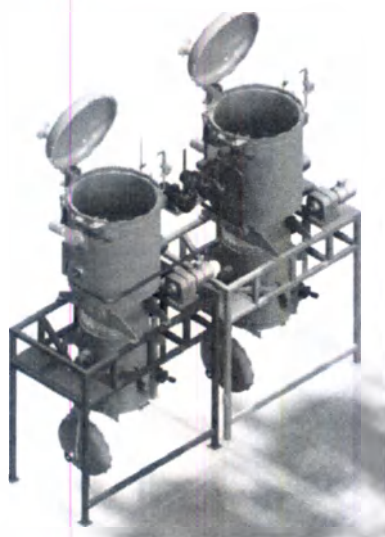

Рисунок 20
- ◆ Проложите трубы впуска для вакуумных насосов, соедините их одним концом со впуском вакуумных насосов, а другим концом к вакуумным отверстиям интегрированных модулей. (Рис. 20)